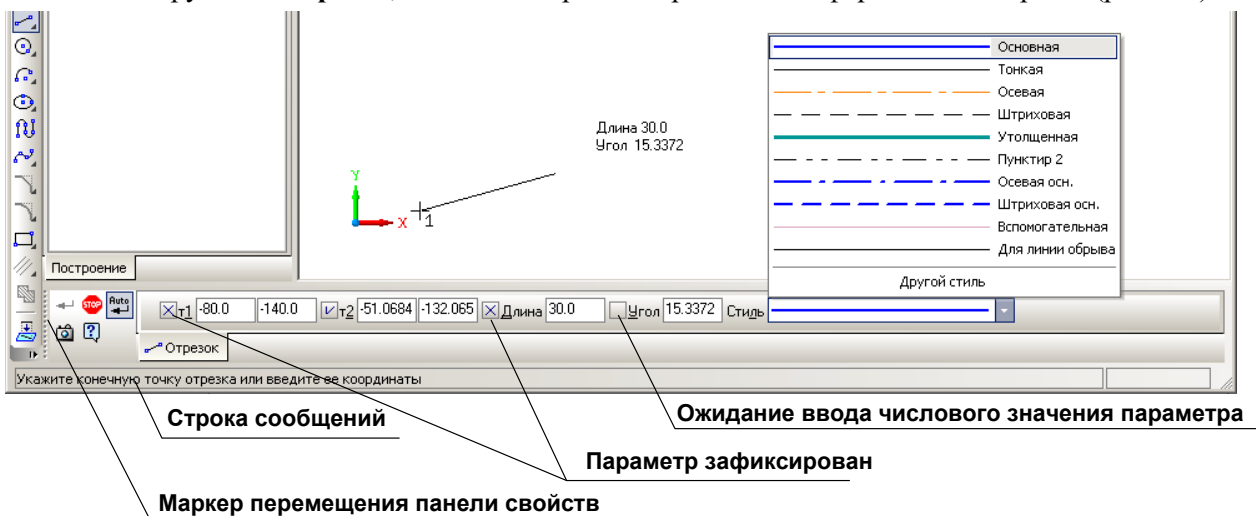

Рис. 2.6. **Панель свойств** инструмента **Отрезок**.
- 1.7. Нажмите кнопку-команду **Отрезок** -  и переместите курсор в окно документа: курсор принимает вид подсказки: . В нижней части окна системы появляется прикрепленная **Панель свойств** инструмента **Отрезок**, в полях которой отображается информация об отрезке (рис. 2.6).